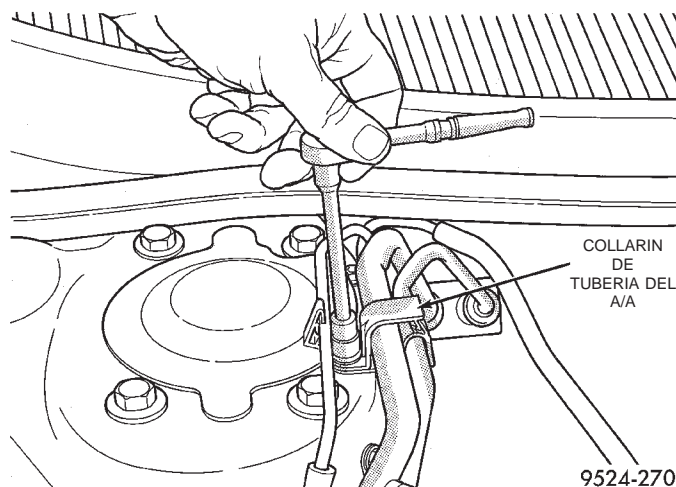

Fig. 70 Collarín guía del conducto de succión
- (1) Retire el refrigerante del sistema de A/A con una máquina de recuperación de refrigerante.
- (2) Retire el collarín del conducto de succión en la torre del montante derecho (Fig. 70).